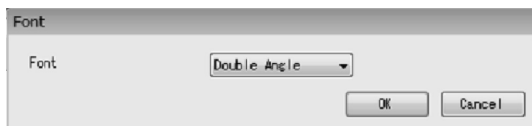

図83
① メニューの「Setup(S)」 > 「LCD」 > 「Font」をクリックします。
② 次のウィンドウ(図83)が表示されます。ここではLCDに表示する計測値の文字サイズを設定します。